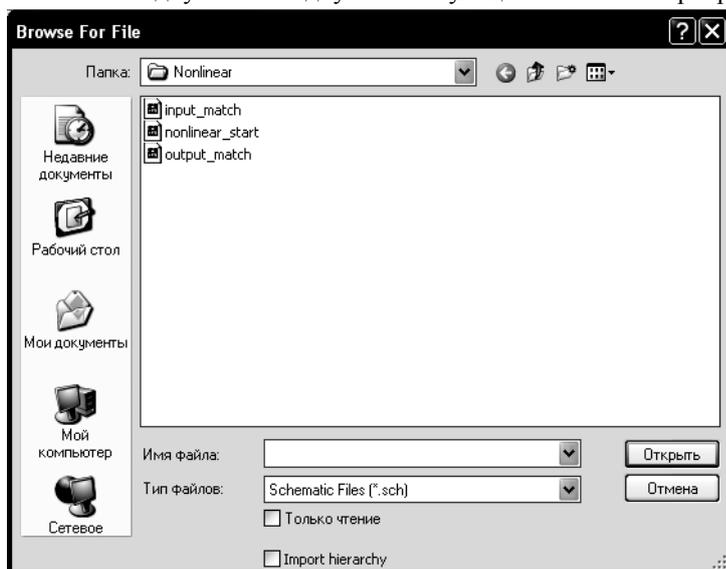

Рис. 3.15
Откроется диалоговое окно **Browse For File** (Рис. 3.15).
1. Щёлкните правой кнопкой мышки по группе **Circuit Schematics** в окне просмотра проекта и выберите **Import Schematic** (Импорт схем) во всплывающем меню. Откроется диалоговое окно **Browse For File** (Рис. 3.15).